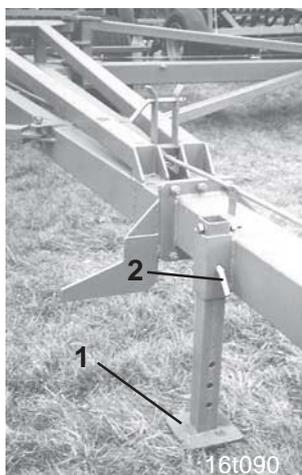

Рис. 4.3
Прицепная сцепка опирается на опорные стойки (Рис. 4.3/1). Опорные стойки фиксируются при помощи стопорного пальца (Рис. 4.3./2), а палец крепится при помощи штекера с фиксирующей пружиной.
- опустить опорную стойку (Рис. 4.3/1) вставить стопорный палец (Рис. 4.3/2) и закрепить его при помощи штекера с фиксирующей пружиной.
Необходимо следить за тем, чтобы в особенности опорные стойки (Рис. 4.3/1) на мягкой поверхности, например на поле, не затапливались в почву, так как иначе будет невозможно агрегатировать тележки к трактору.